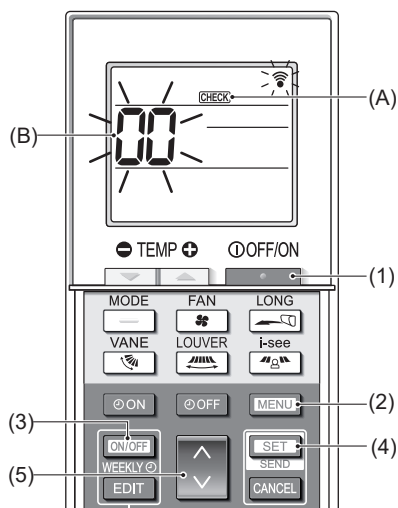

Fig. 7-6
■ Autocomprobación (Fig. 7-6)
- Se muestra **CHECK** (A) y la unidad entra en el modo de autocomprobación.
- Pulse el botón **(5)** para seleccionar la dirección del refrigerante (dirección M-NET) (B) de la unidad interior para la que desea realizar la autocomprobación.
- CHECK** (A) y la dirección del refrigerante (dirección M-NET) (B) se apagan y se completa la autocomprobación.